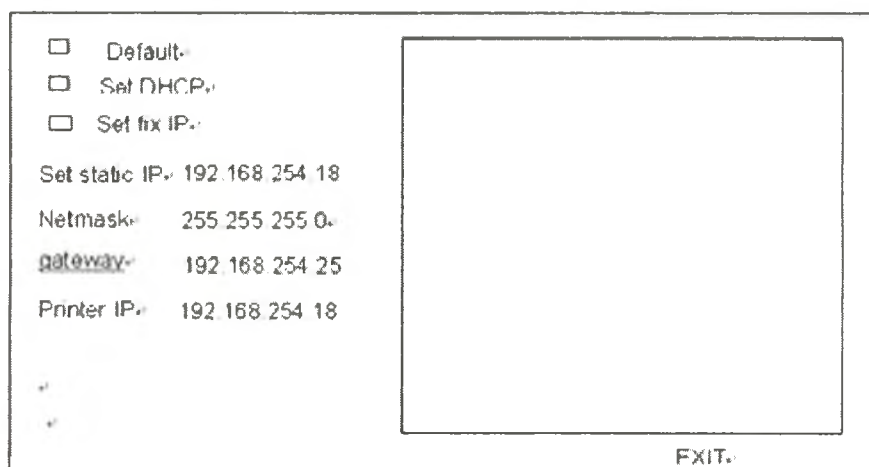

Рис. 1 Интерфейс сетевой настройки в меню DICOM
2. При помощи клавиши со стрелкой и клавиши **SET** или трекбола переместить курсор в положение "DICOM" и нажать клавишу для входа в окно настройки, показанное на Рис. 1.